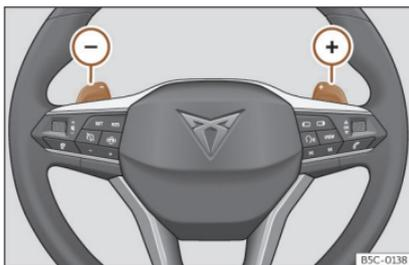

Fig. 146 Volante: leve per il cambio automatico.
- Premere la leva a bilanciere del cambio (+) per inserire una marcia superiore»» **fig. 146**.